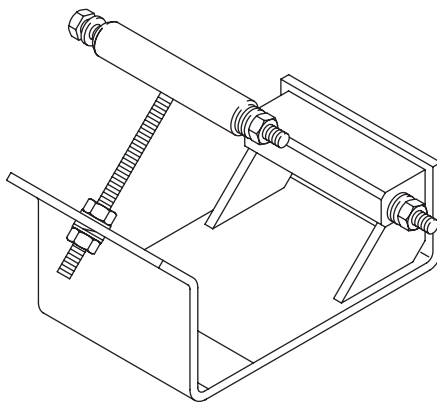

Рис. 403 Универсальный кронштейн компрессора
- Проверьте готовность и возможность использования универсального кронштейна компрессора фирмы Webasto (Рис. 403).